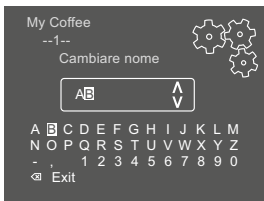

Fig. 19: Modifica del nome di un profilo personalizzato
5. Selezionare con i "tasti freccia" singoli caratteri e confermarli rispettivamente con "menu/ok" (vedere Fig. 19).